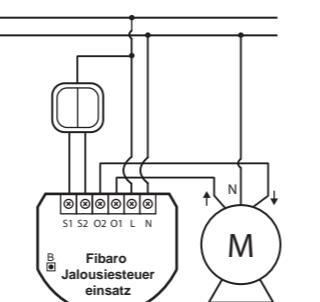

Abb. 1 Fibaro-Jalousiesteuereinsatz Anschaltplan
- Schließen Sie den Fibaro-Jalousiesteuereinsatz gemäß der Abbildung 1 (für Rolladen, Jalousie o.Ä.) oder 2 (für Garagentor).
- Stellen Sie sicher, dass das Gerät mit dem Stromnetz gemäß der Abbildung 1 verbunden ist.
Stellen Sie sicher, dass das Gerät mit dem Stromnetz gemäß der Abbildung 1 verbunden ist.